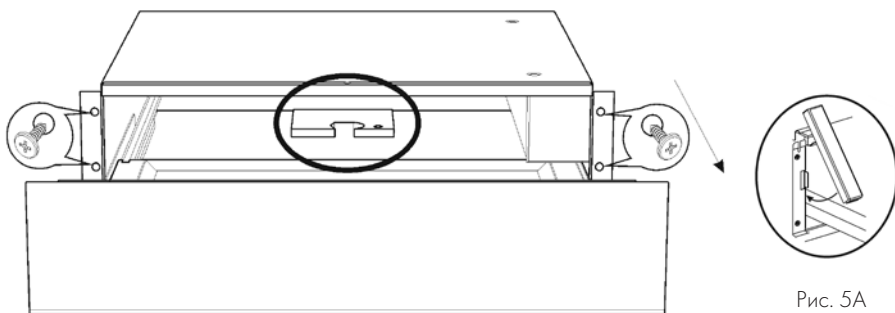

Рис. 5A
- По окончании регулировки зафиксируйте ящик к мебели боковыми шурупами и поместите накладки (Рис. 5A).